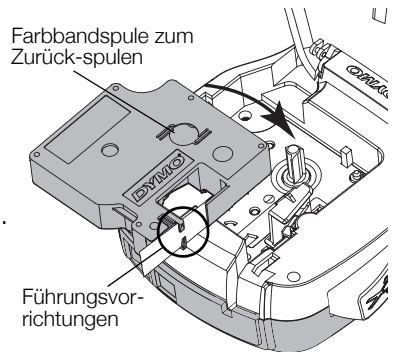

Abbildung 3
- 2 Vergewissern Sie sich, dass die Bandetiketten und das Farbband straff über den Kassettenkopf gespannt sind und die Bandetiketten ordnungsgemäß zwischen den Etikettenführungen durchlaufen. Siehe Abbildung 3. Drehen Sie gegebenenfalls die Farbbandspule im Uhrzeigersinn, um das Farbband zu spannen.
- 3 Setzen Sie die Kassette so ein, dass die Etiketten nach aussen zeigen und sie zwischen den Etikettenführungen durchlaufen. Siehe Abbildung 3.